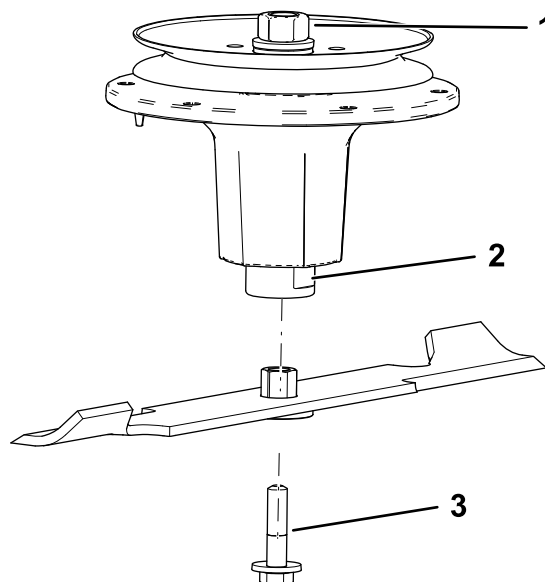

Figura 95
- Instale el conjunto de casquillo/cuchilla en el eje (Figura 95).